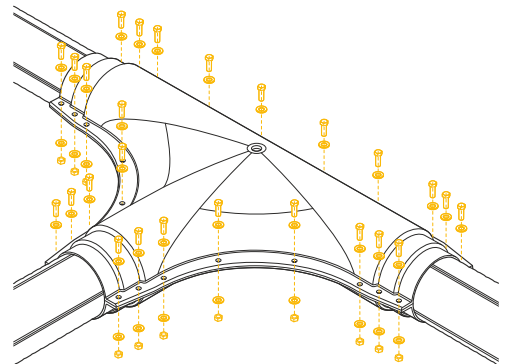

Рис. 4.7.6
6. Соединить верхнюю и нижнюю половины защитного кожуха при помощи крепежных элементов (рис. 4.7.6).